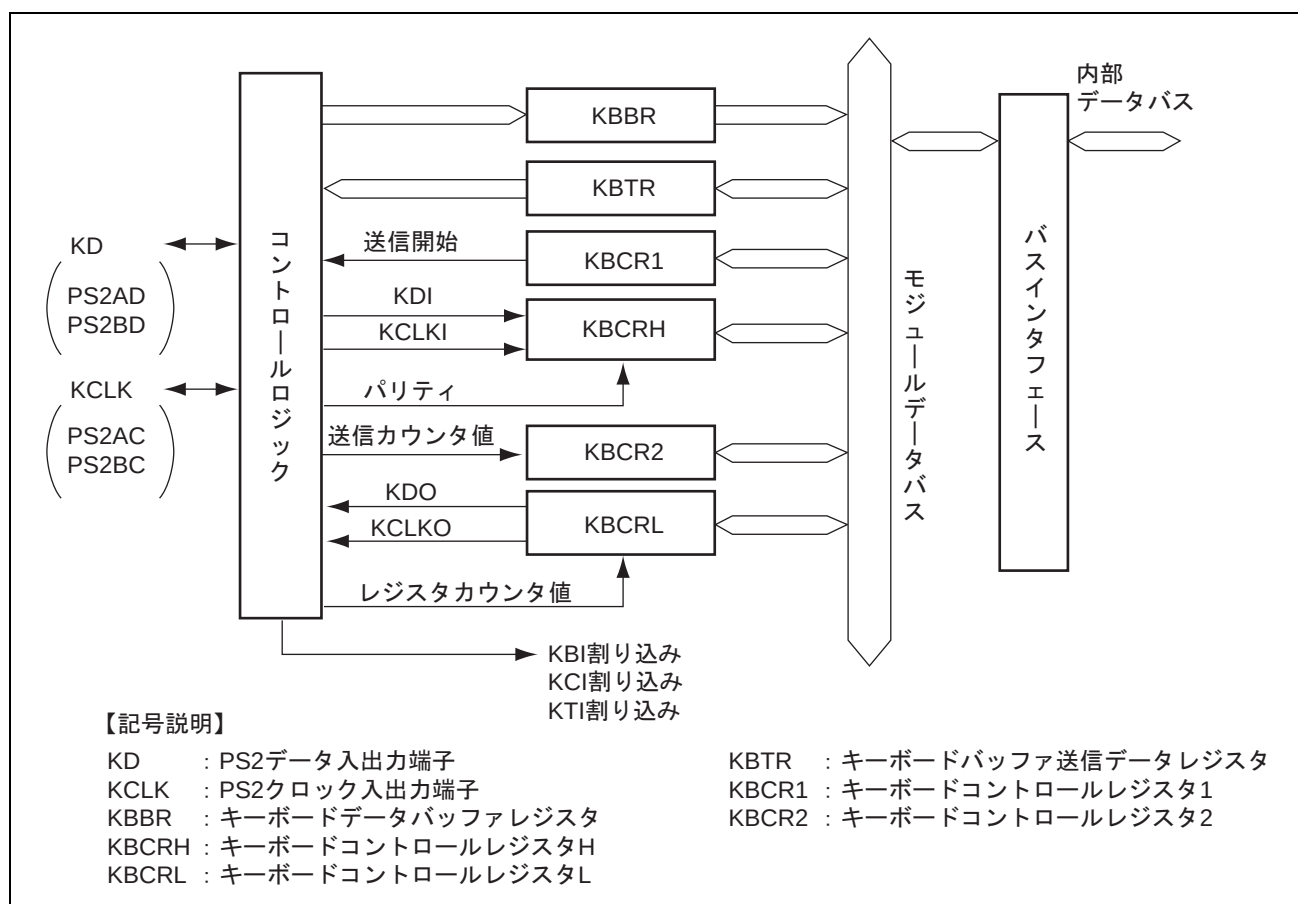

図 18.1 PS2 のブロック図
PS2 を用いたデータ転送は、データライン (KD) 一本、クロックライン (KCLK) 一本で構成され、コネクタやプリント基盤の面積などを経済的に使用できます。図 18.1 に PS2 のブロック図を示します。